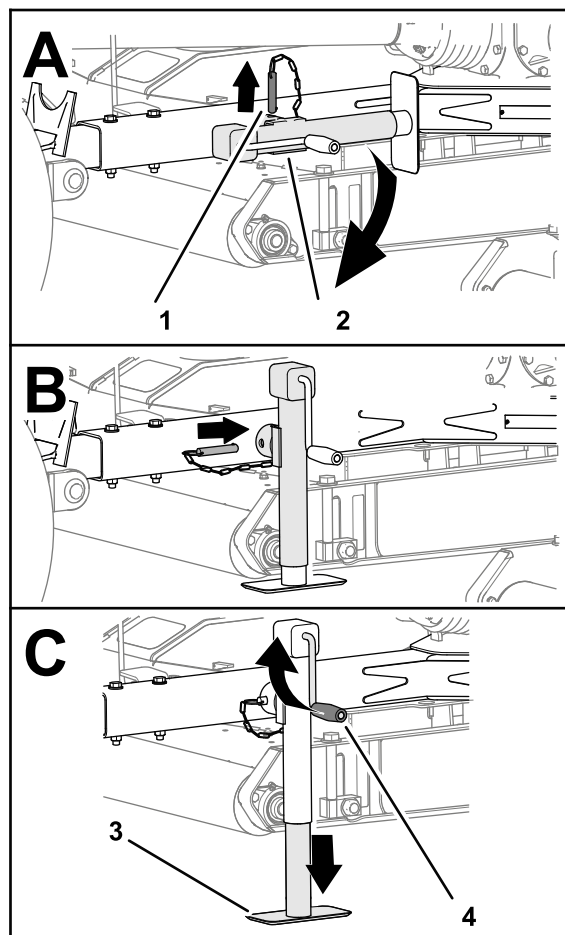

Figura 23
3. Rimuovete il perno e ruotate in verticale il martinetto della barra di traino (Figura 23).
4. Allineate il foro nella barra di traino con il foro nel martinetto (Figura 23).
5. Inserite il perno attraverso i fori nella barra di traino e nel martinetto (Figura 23).
2. Ruotate la stegola del martinetto per sollevare completamente il cuscinetto del martinetto; fate riferimento alla Figura 23 in Supporto del tosaerba con il martinetto \(pagina 17\).